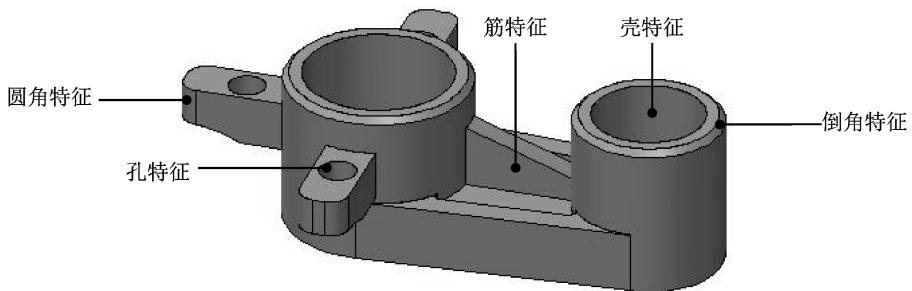

图 3-3 常见工程特征
- **工程特征：**也可以称为附加子特征，用于针对基础特征的局部进行细化操作。工程特征是程序提供或自定义的一类模板特征，其几何形状是确定的，构建时只需要提供工程特征的放置位置和尺寸即可。常见的工程特征包括倒角特征、圆角特征、孔特征、壳特征、筋特征等，如图 3-3 所示。